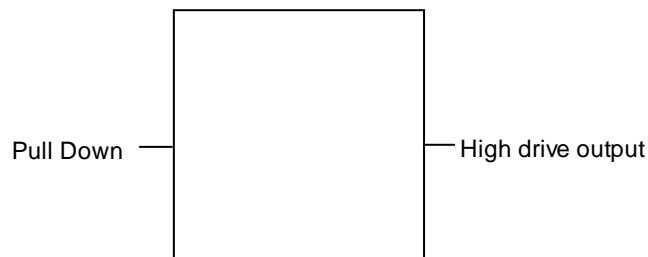

図 9-20 プルアップ、プルダウン配置例 2
- b) 出力信号ピン (特に大電流出力ピン) から離して配置してください。(図 9-20)